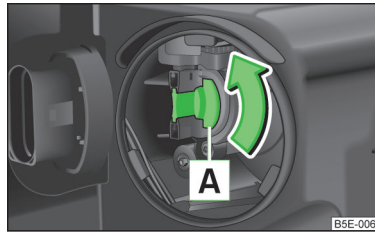

Abb. 220 Halogen-Scheinwerfer: Glühlampe für Fern- und Tagfahrlicht wechseln
- › Den Sockel  A » Abb. 220 bis zum Anschlag entgegen dem Uhrzeigersinn drehen und herausnehmen.